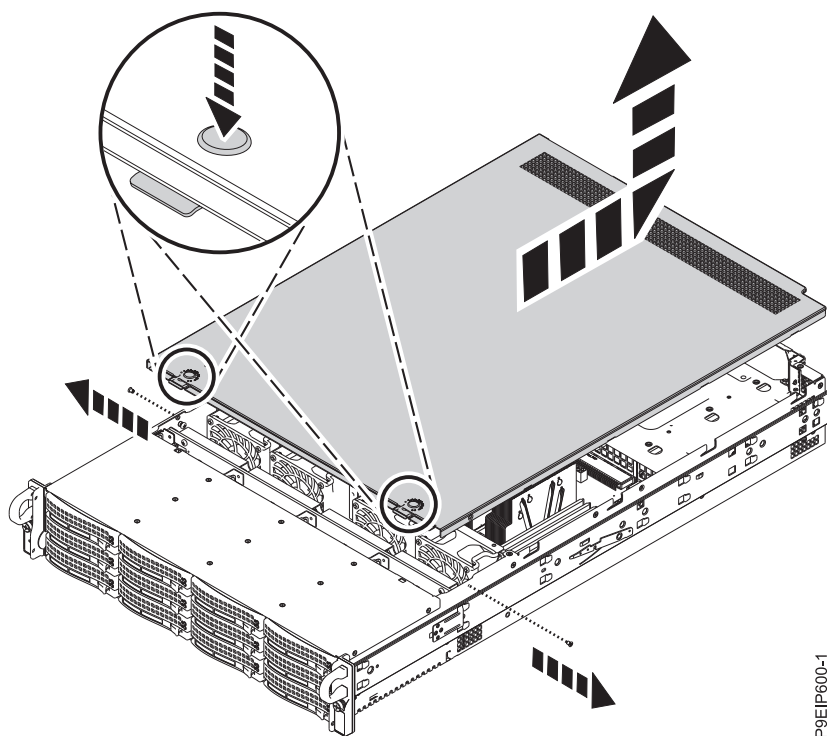

Figure 67. Déverrouillage et ouverture du capot
3. Appuyez sur les deux boutons situés sur le dessus du couvercle pour déverrouiller les loquets, comme indiqué dans la figure 67 et poussez le capot d'environ 0,5 pouces (1 cm) jusqu'à la butée. Si vous ne parvenez pas à appuyer sur les boutons, ôtez partiellement les unités se trouvant sous les boutons.